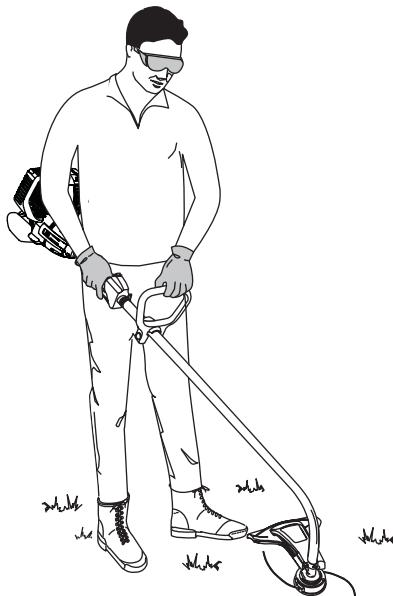

Fig. 13
- Mientras sostiene la unidad en posición de operación (Fig. 13), coloque la manija en D en el lugar que le brinde el mejor agarre.
Antes de operar esta unidad, párese en posición de operación (Fig. 13). Verifique lo siguiente: